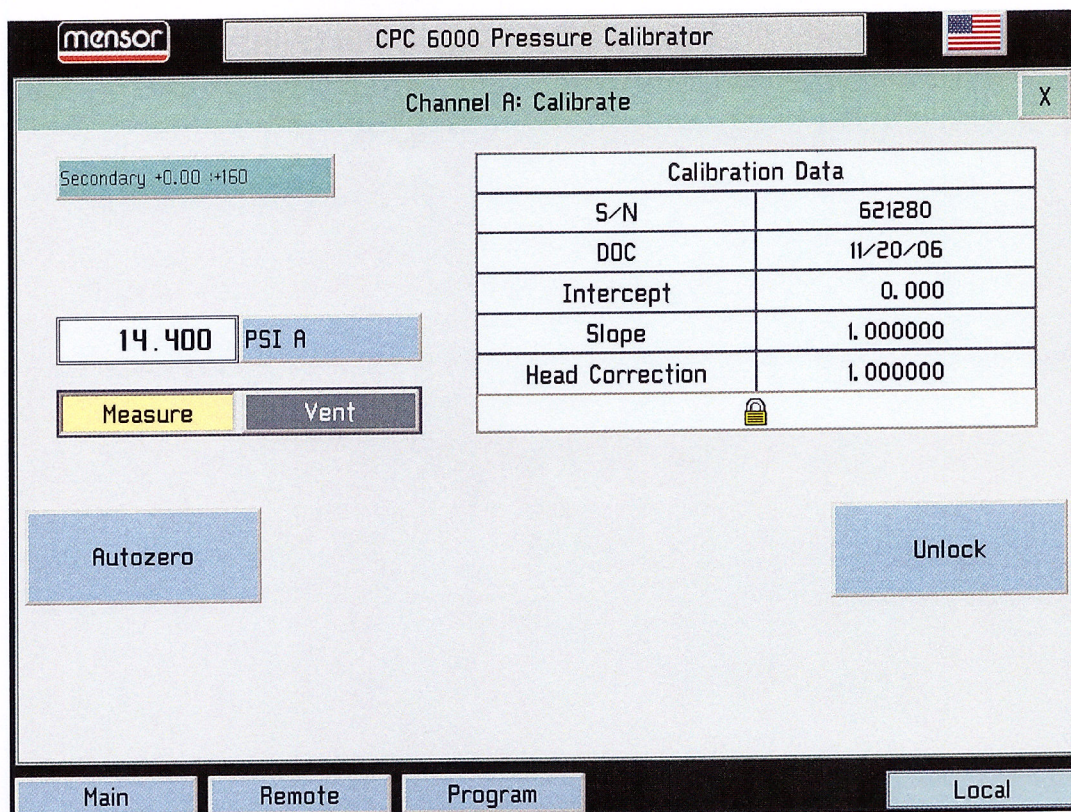

Рисунок 39. Заблокированный экран данных.
1. Нажать клавишу [Калибровка], См. Рисунок 39. Обратите внимание на замок.